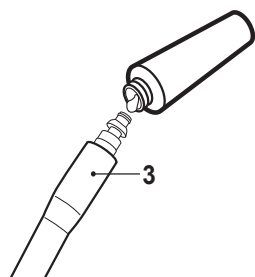

Fig. 23
Aplicați un strop de lubrifiant pe Inelul de etanșeizare la racordul furtunului cu presiune (3) (Fig. 23).